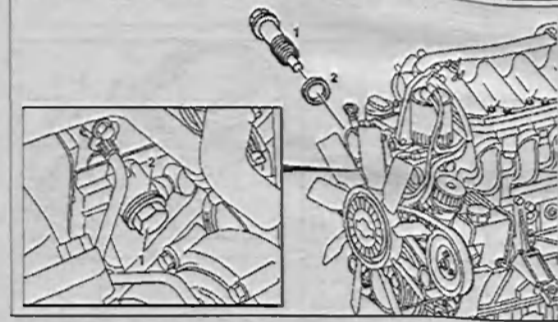

Рис. 3.20. Снятие и установка натяжителя цепи ГРМ:
2. Выкрутите натяжитель цепи ГРМ 1 из крышки ГРМ (рис. 3.20).